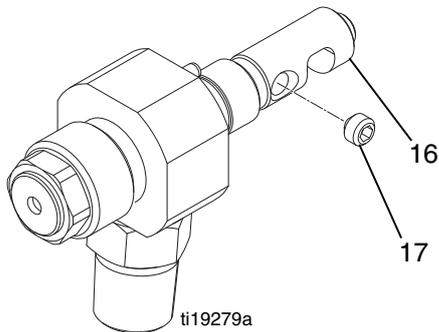

FIG. 14
- Instale la guía del muelle (16) y ajústela en la aguja. Enrosque ligeramente los tornillos de fijación (17) en la guía del muelle y apriete los tornillos alternativamente de forma uniforme a 10-15 in-lb (1,1-1,6 N•m). Llene las cavidades de los tornillos de fijación con vaselina. Consulte la FIG. 14.